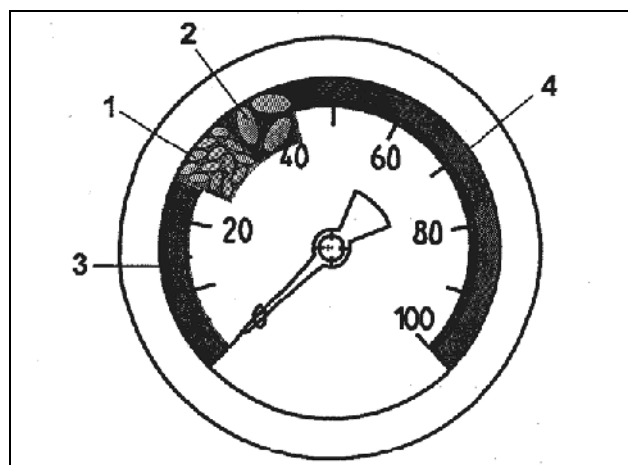

Fig. 107
- 25 - 35 мбар (Fig. 107/1) или.
- 35 - 45 мбар (Fig. 107/2).